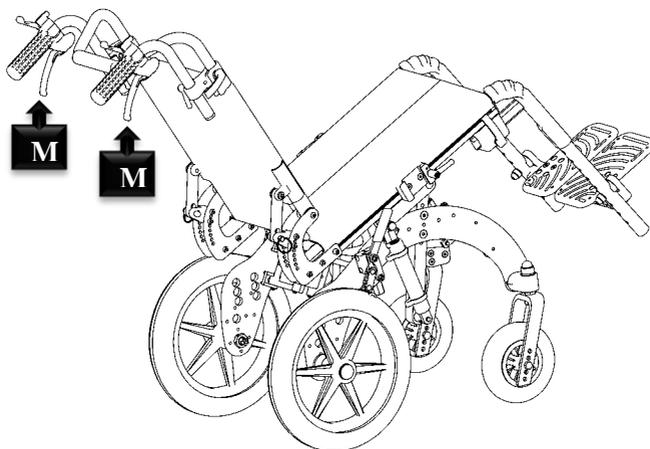

Figura 5
Para efetuar a inclinação exerça simultaneamente uma pressão ascendente sobre as duas alavancas (M) situadas sob os punhos de empurrar (ver Figura 5) e empurre para baixo estes últimos.